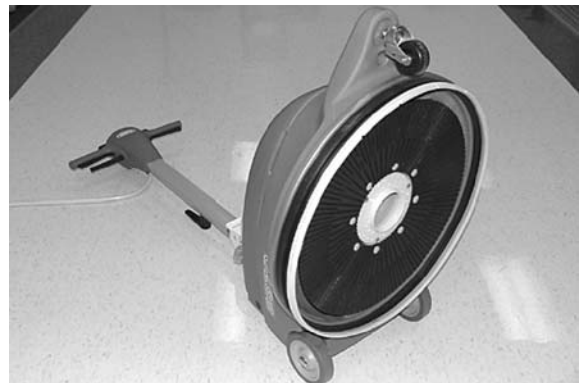

FIG. 1
3. Tirez le levier d'ajustement de hauteur de la poignée et soulevez la poignée en position verticale. Basculez délicatement la machine vers l'arrière et posez la poignée sur le sol (Figure 1).